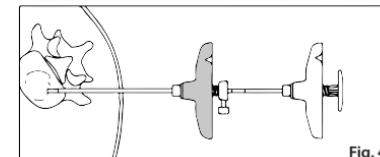

Fig. 4
FIG. 4 Retire a Manopla (B) e insira o Passador (C). Empurre delicadamente o Passador (C) enquanto monitora o fluxo de cimento sob imagem, até que ele encontre a extremidade luer do Preenchimento (A) para fornecer o volume de cimento completo do Preenchimento (A) (consulte a Tabela 1).